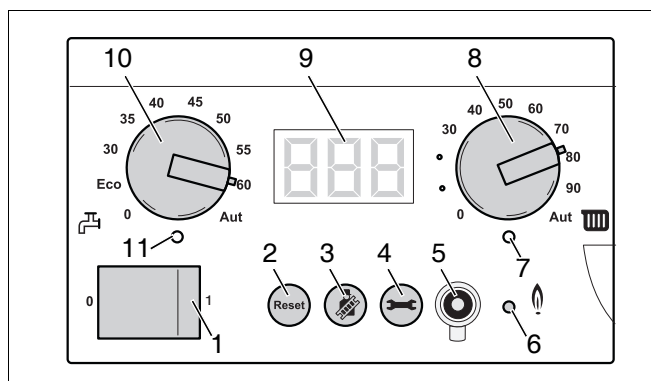

Fig. 97 Regolatore di base BC10
- Premere il tasto "Spazzacamino (fig. 97, pos. 3) e tenerlo premuto (per circa due secondi) fino a che compare nell'angolo destro inferiore del display (fig. 97, pos. 9) un punto luminoso. Vedere anche la tabella 8, „Prova di combustione“ di pagina 37. Far funzionare la caldaia per circa 10 minuti.
- Attivare l'impianto di riscaldamento agendo sull'interruttore di esercizio del regolatore di base Logamatic BC10 (fig. 97, pos. 1).
- Ruotare la manopola di regolazione della temperatura massima dell'acqua della caldaia (fig. 97, pos. 8) e la manopola per la regolazione del valore nominale dell'acqua calda (fig. 97, pos. 10) alla temperatura massima.
- Riportare le manopole di regolazione della temperatura massima dell'acqua di caldaia (fig. 97, pos. 8) e della temperatura massima dell'acqua calda sanitaria (fig. 97, pos. 10) sui valori desiderati.